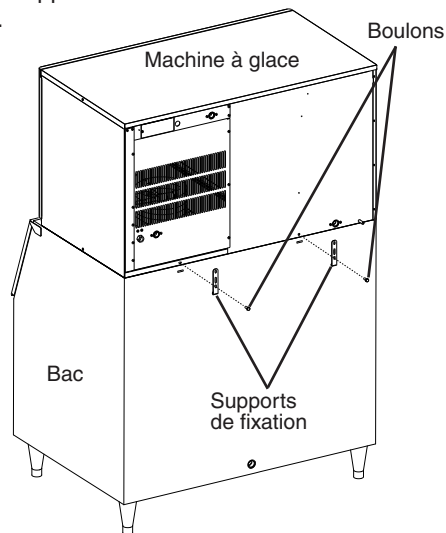

Fig. 2
- 4) Fixer la machine à glace au bac de stockage à l'aide des 2 supports de fixation et des boulons fournis. Voir fig. 2.